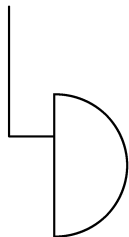

图 3-16 绘制直线 2
3) 在菜单中选择【绘图】→【直线】命令，绘制经过点 (100, 104)、(94, 104) 和 (94, 122) 的直线，效果如图 3-16 所示。